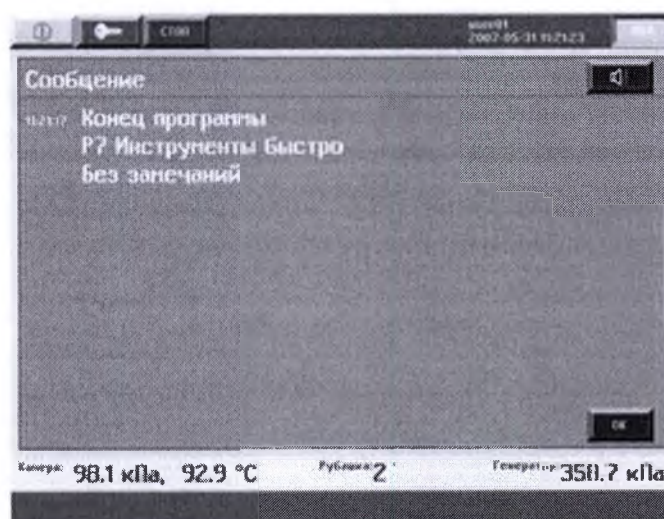

Рисунок 9. Завершение цикла
- Завершение цикла стерилизации сопровождается включением звукового сигнала. На дисплее отображается рисунок 9:
Нажмите кнопку  на дисплее рисунок 9. Стерилизатор перейдет в ждущий режим. Индикация на дисплее в режиме готовности рисунок 12.